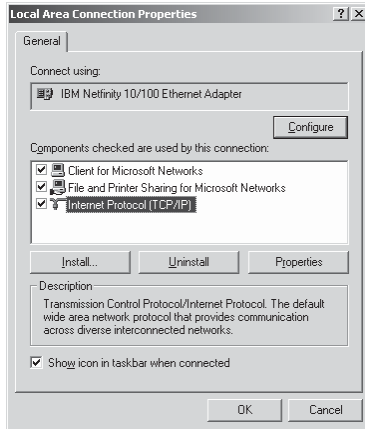

Рис. 11. Окно свойств локального подключения
5. Выберите протокол интернета (TCP/IP) и щелкните на кнопке **Properties (Свойства)** (см. рис. 11).